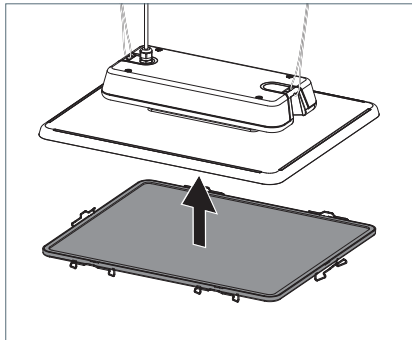

Fig. 12: Schuttscheibe positionieren.
- ▶ Setzen Sie die Schuttscheibe von unten auf die Leuchte, siehe Fig. 12.